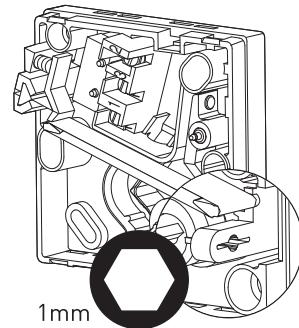

ABB. 15: Kalibrierschraube
4. Stellen Sie den Hygrostat innen mit einem 1-mm-Inbusschlüssel ein. Regeln Sie per Kalibrierschraube den Wert herab, bis der Hygrostat auslöst. „ABB. 15: Kalibrierschraube“.